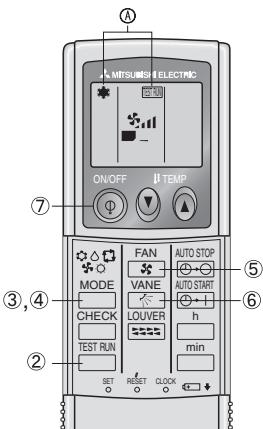

Fig. 7-2
7.2.2. Uso del comando a distanza senza filo (Fig. 7-2)